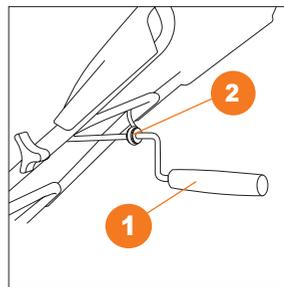

Рис. 11
4. Проденьте ручку изменения направления выброса **1** в фиксатор **2** расположенный на нижней рукоятке DAST 3000E (Рис. 11).